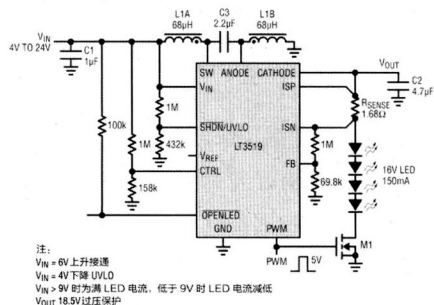

图3 具有短路保护的 SEPIC LED 驱动器
当 LED 串电压在输入轨电压范围之内时, 需要 SEPIC 拓扑。SEPIC 产生高的 PWM 调光比, 而且还提供短路保护。图 3 所示的 SEPIC 在 4V 至 24V 的输入范围内以 150mA 的电流驱动 16V LED。因为集成的箝位二极管的阳极 (ANODE) 是通过一个独立于 NPN 电源开发射极 (SW) 的引脚引出的, 所以耦合电容器非常容易插入两者之间。SW 引脚经受的最高电压略高于输入电压与输出电压之和, 因此 45V/750mA 的集成电源开关很好地满足了这些规格要求。